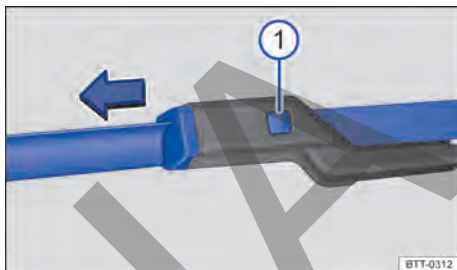

Fig. 147 Sustituir las escobillas de los limpiaparabrisas.
- Mantener la tecla de desbloqueo → fig. 147 ① presionada y, al mismo tiempo, retirar la escobilla del limpiaparabrisas en el sentido de la flecha.